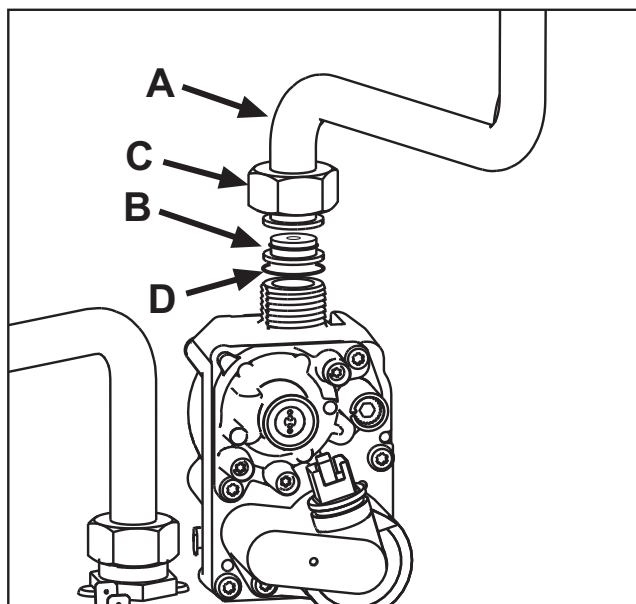

fig. 22
3. Desenrosque la tuerca C y desconecte el tubo A de la válvula del gas (fig. 22).
4. Reemplace el inyector B del tubo del gas por el que se incluye en el kit de transformación, interponiendo la junta D (fig. 22).